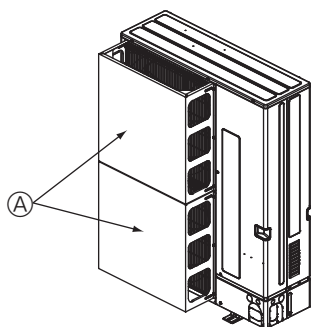

Fig. 2-16
- ① Установіть додатковий повітропровід, якщо блок встановлено в місці, де сильні вітри внаслідок тайфунів можуть перешкоджати циркуляції повітря через отвір для виходу повітря. (Fig. 2-16)